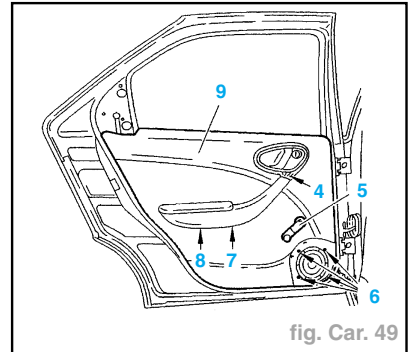
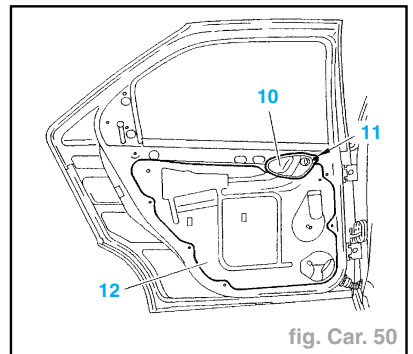

fig. Car. 49
fig. Car. 50
- Déposer (fig. Car. 49) :
- le haut parleur (vis (6)) (suivant équipement),
- la manivelle de lève-vitre (5),
- le panneau garni (9) (vis (4) (7) et (8)).
- Déposer (fig. Car. 50) :
- la commande intérieure d'ouverture (10) (vis (11)),
- le lève-vitre (20) (bouchon (19) vis (16) (21) et (22)),
- le guide coulisse (bouchon (25) vis (26) et (30)),
- la serrure (vis (29) et sa tringlerie (24) et (28)).